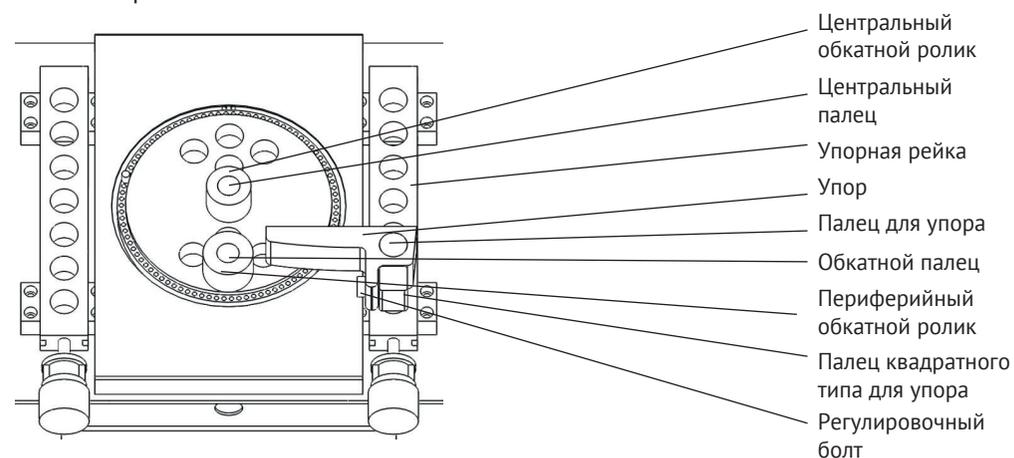

Рис. 4 Рабочая поверхность
- Установите упор в упорную рейку. Упор необходимо зафиксировать при помощи квадратного пальца и регулировочного болта (см рис. 4). Для больших диаметров арматуры рекомендуется использовать пальцы, во избежание повышенного трения.